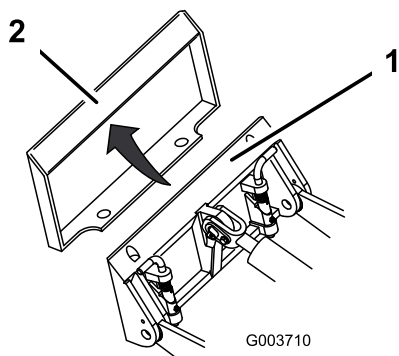

Figura 32
4. Coloque la placa de montaje debajo del reborde superior de la placa receptora del accesorio (Figura 32).